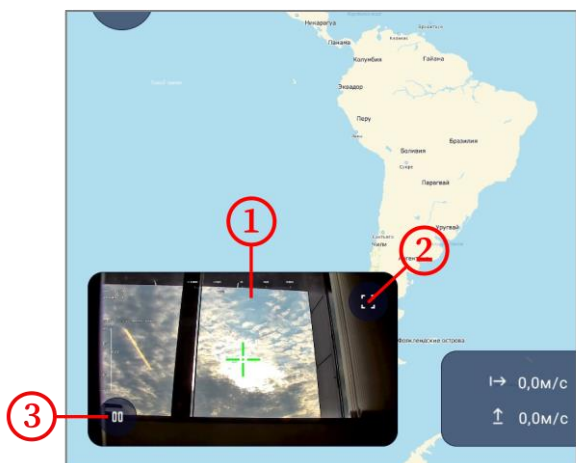
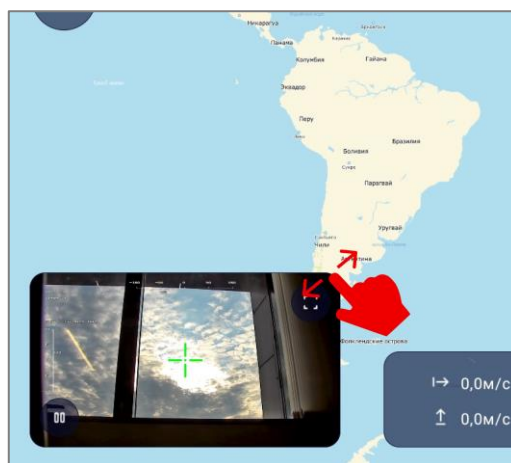

Рисунок 85 – Миниатюра камеры
Рисунок 86 – Управление размером миниатюры
4.3.6.1 Миниатюра режима располагается в левом нижнем углу главного окна приложения (рисунок 85, шаг 1). Размер миниатюры можно изменить, потянув за верхний правый угол (рисунок 86).
4.3.6.2 Переход в режим Камера осуществляется по нажатию кнопки  (рисунок 85, шаг 2).
4.3.6.3 Для более гибкой и удобной работы с камерой предусмотрена функция разделения экрана. Разделение экрана выполняется по нажатию кнопки  (рисунок 85, шаг 3).